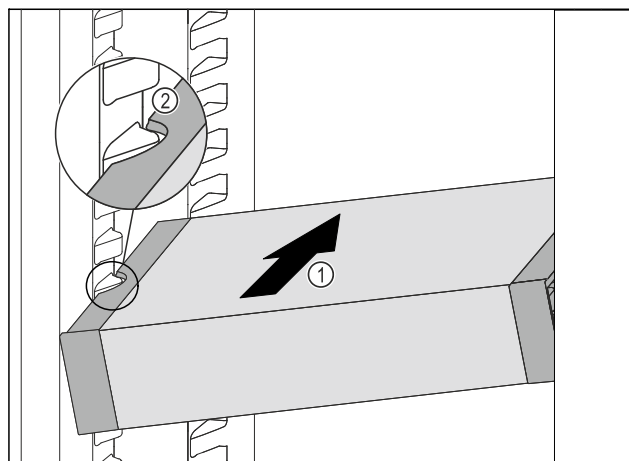

Fig. 104
- ▶ Двигайте VarioSafe под наклоном в холодильное отделение Fig. 104 (1), пока боковые выемки Fig. 104 (2) VarioSafe не окажутся на высоте выступа резервуара в холодильном отделении.